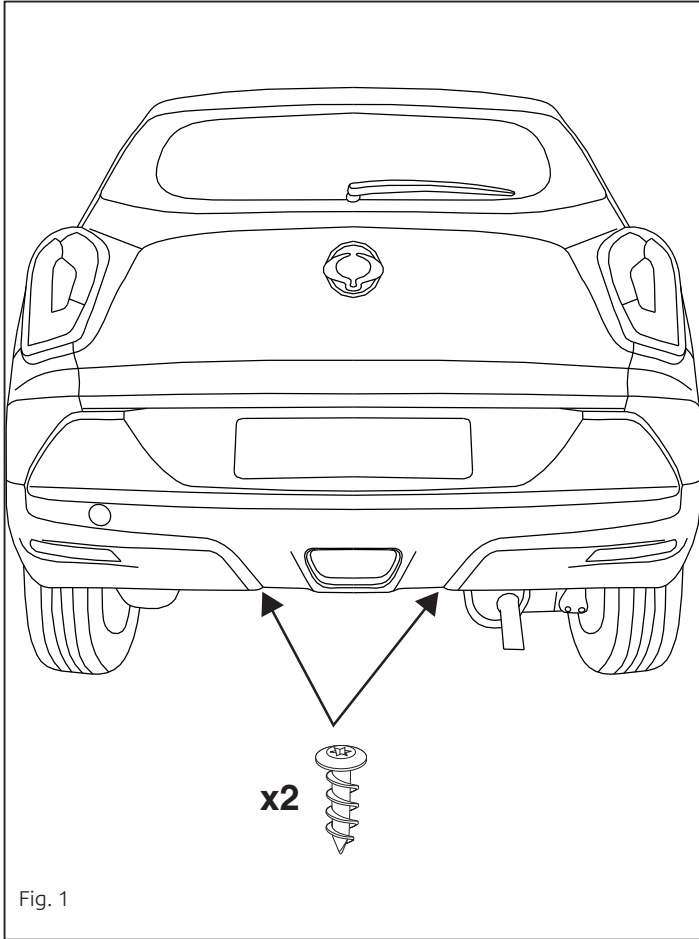

Fig. 1
5. Удалить винты, как указано на рис. 1.